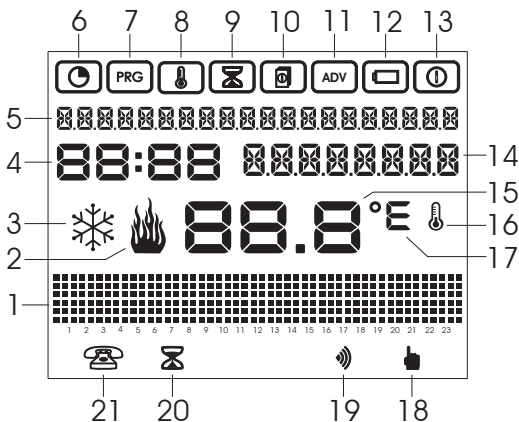

Abbildung 1
Auf dem LCD-Display werden folgenden Informationen angezeigt (Abbildung 1):
- Von der Hauptanzeige aus kann man sich mittels der Pfeiltasten  $\Delta$  und  $\nabla$  weitere Informationen über die aktuelle Zone anzeigen lassen. Durch Drücken der Taste  $\Delta$  wird im Feld 14 (siehe Abbildung 1) der Name der aktuellen Zone angezeigt (wenn der Name vorher programmiert wurde, andernfalls erscheint "Zone...").